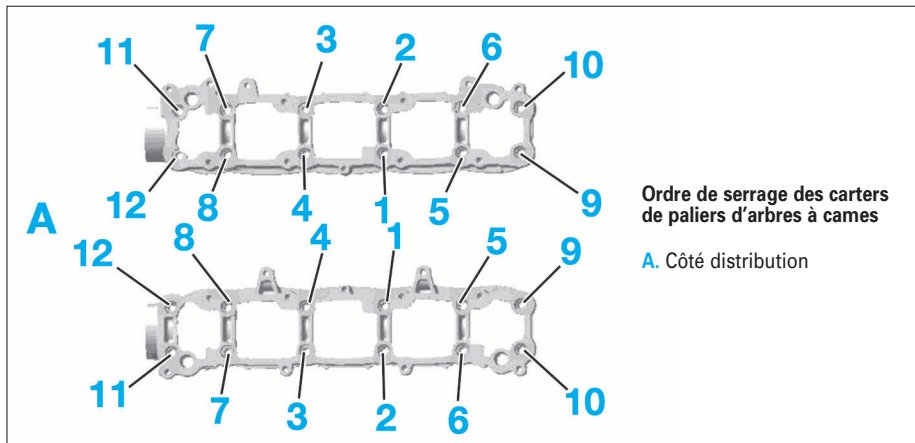

FIG. 42
- Reposer les carter de paliers d'arbre à cames et les serrer au couple en respectant l'ordre indiqué (Fig.42).